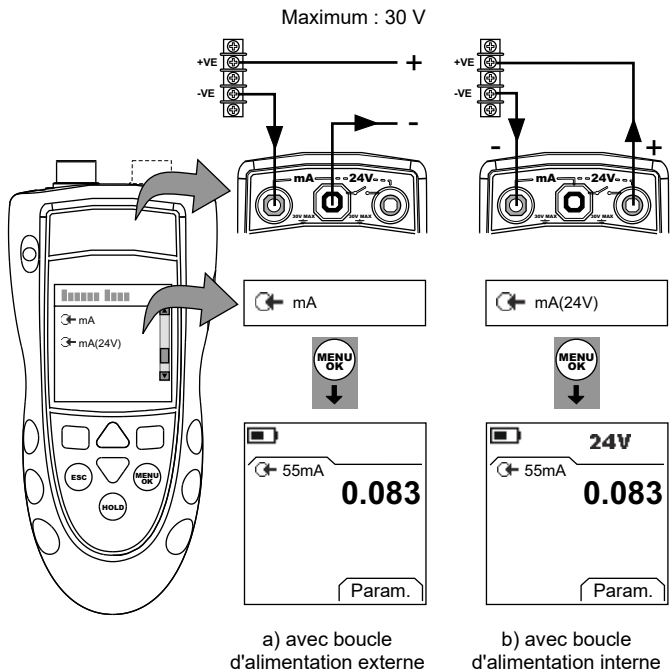

Figure 7 : Exemple de configuration - Mesure de courant (mA)
1. Raccorder l'instrument (Figure 7) et, si nécessaire, régler la *Configuration* (Tableau 1).
1. DPI 802/802P seulement. Raccorder l'instrument à l'équipement d'étalonnage (Figure 7).